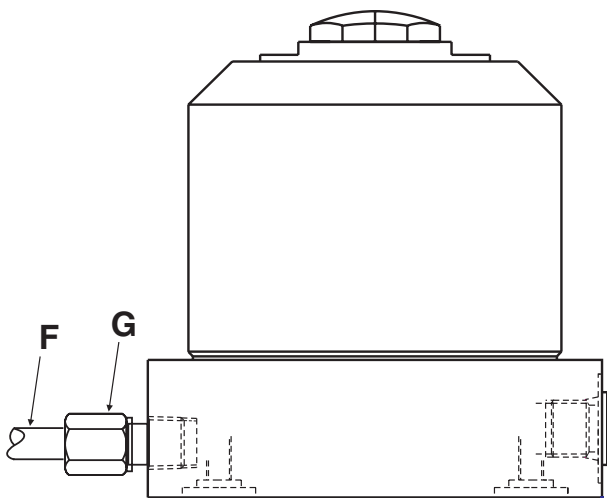

Figure 2 - Aération par l'orifice latéral (avec tube et raccord supplémentaires)
1. Si le raccord d'aération (article A) peut être noyé par le liquide de refroidissement, il doit être retiré. Utiliser un tube et un connecteur fileté pour monter le raccord d'aération à un endroit propre, éloigné de la machine (voir la figure 2).